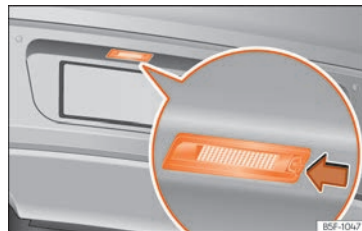

Fig. 118 En el parachoques posterior: luz de matrícula.
1. Presione la pestaña de la luz de matrícula en la dirección de la flecha » fig. 118.